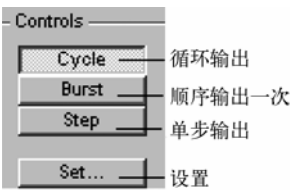

图 5-59 控制区
字值的输出方式控制，如图 5-59 所示。
1) 单击 Cycle 按钮，行输出方式设为循环输出，即从被选择的起始行开始向电路输出字符串，一直到终止行为止。在完成一个周期后又重新跳回到起始行重复上面过程，周而复始直到停止仿真。在图 5-59 所示中，Cycle 按钮已被选择。